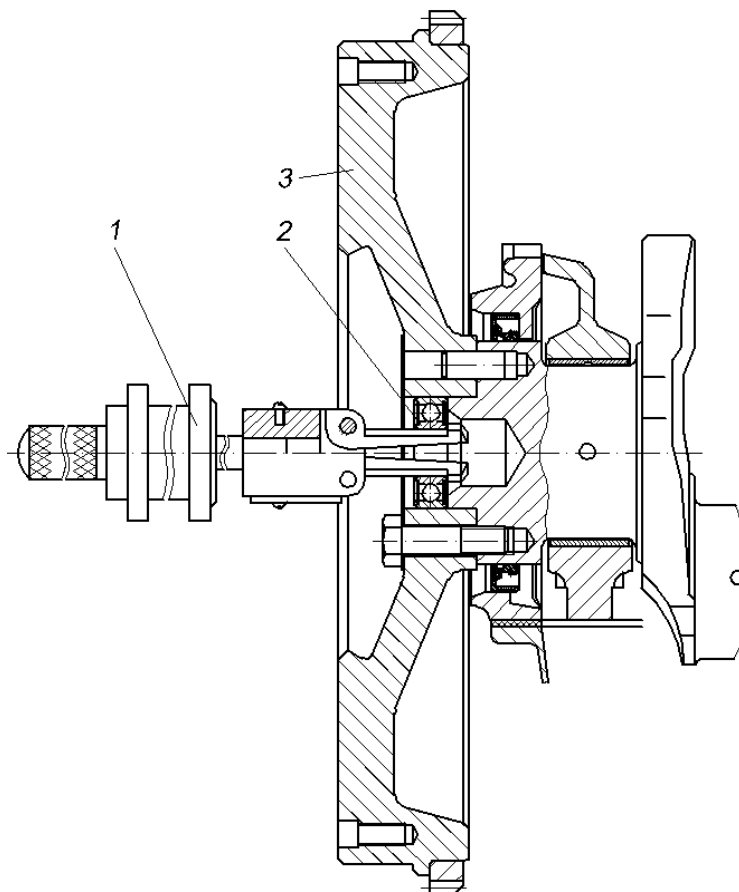

Abb. 70. Lager der Getriebeeingangswelle ausbauen:
- mit Werkzeug und Abzieher 1 (Abb. 70) Lager 2 der 2 die Hauptwelle des Getriebes vom Schwungrad 3;